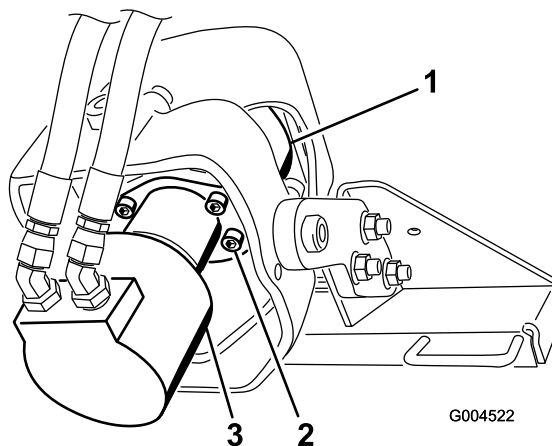

Figura 13
1. Supportate la testata motrice su una bacinella per l'olio (Figura 13).